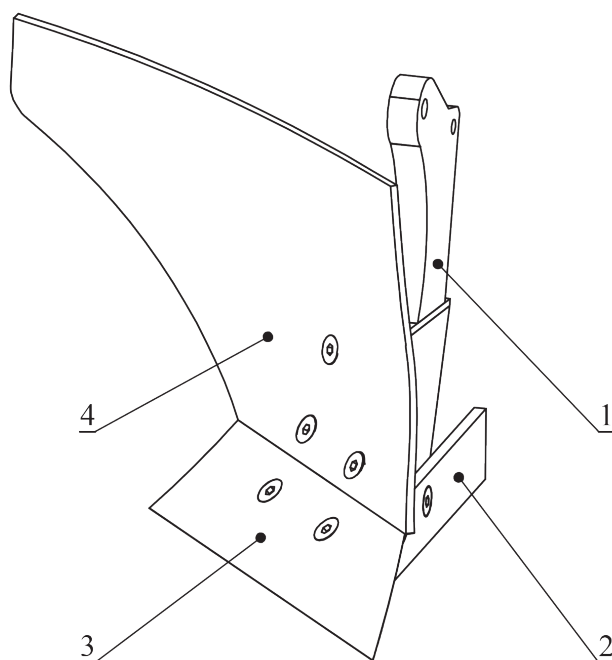

Рисунок 2.
**Корпус** — основной рабочий орган плуга. В его состав (рис. 2) входят: стойка (1), на которой закреплены лемех (3), отвал (4) и полевая доска (2). Рабочими частями корпуса плуга являются лемех и отвал, а служебными — полевая доска и стойка. Лемех, подрезая пласт, изменяет форму и затупляется, это может привести к нарушению технологического процесса вспашки. Кроме того, по мере затупления лемеха возрастает тяговое сопротивление плуга и увеличивается расход топлива. Для заточки, или смены лемеха на всех плугах предусмотрена возможность его демонтажа.